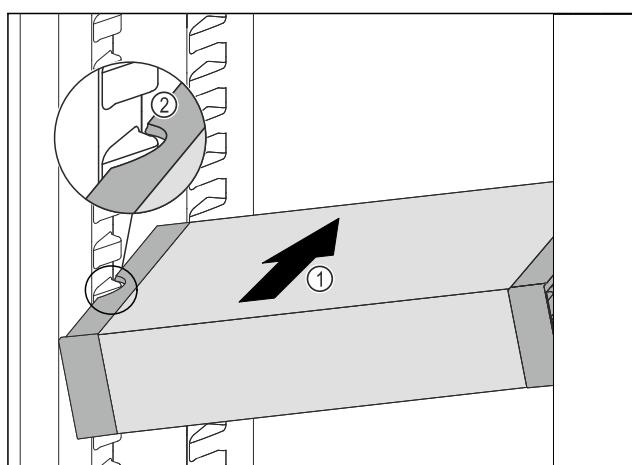

Fig. 83
- ▶ VarioSafe schräg in das Kühlteil einschieben Fig. 83 (1), bis sich die seitlichen Aussparungen Fig. 83 (2) des Vario-Safes auf Höhe der Behälterrippe im Kühlteil befinden.